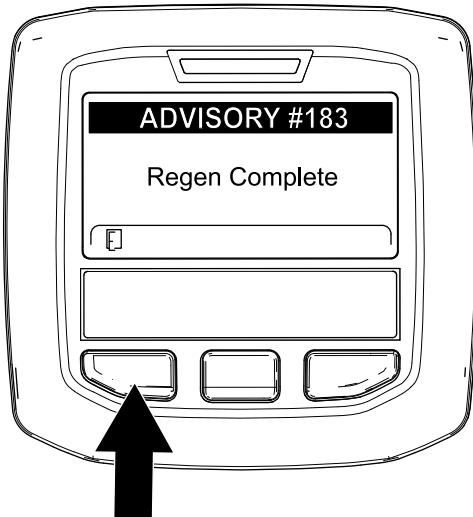

Figure 65
9. Quand le calculateur moteur achève une régénération en stationnement ou d'urgence, l'InfoCenter affiche ADVISORY #183 (avis n° 183) (Figure 65). Appuyez sur le bouton gauche pour quitter l'écran d'accueil.
Remarque: Si la régénération échoue, l'InfoCenter affiche Advisory #184 (avis n° 184) (Figure 65). Appuyez sur le bouton gauche pour quitter l'écran d'accueil.